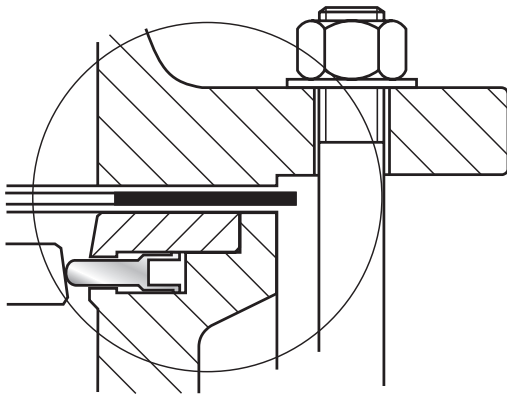

Fig.5-6 Brides et joints
5. Vérifiez que la vanne et les joints de brides soient correctement centrés et que la qualité des joints soit appropriée. Lors d'une bonne fonctionnalité en sectionnement, la compression des brides est transmise à la bague de blocage du siège par l'intermédiaire du joint de bride (→ Fig.5-6).